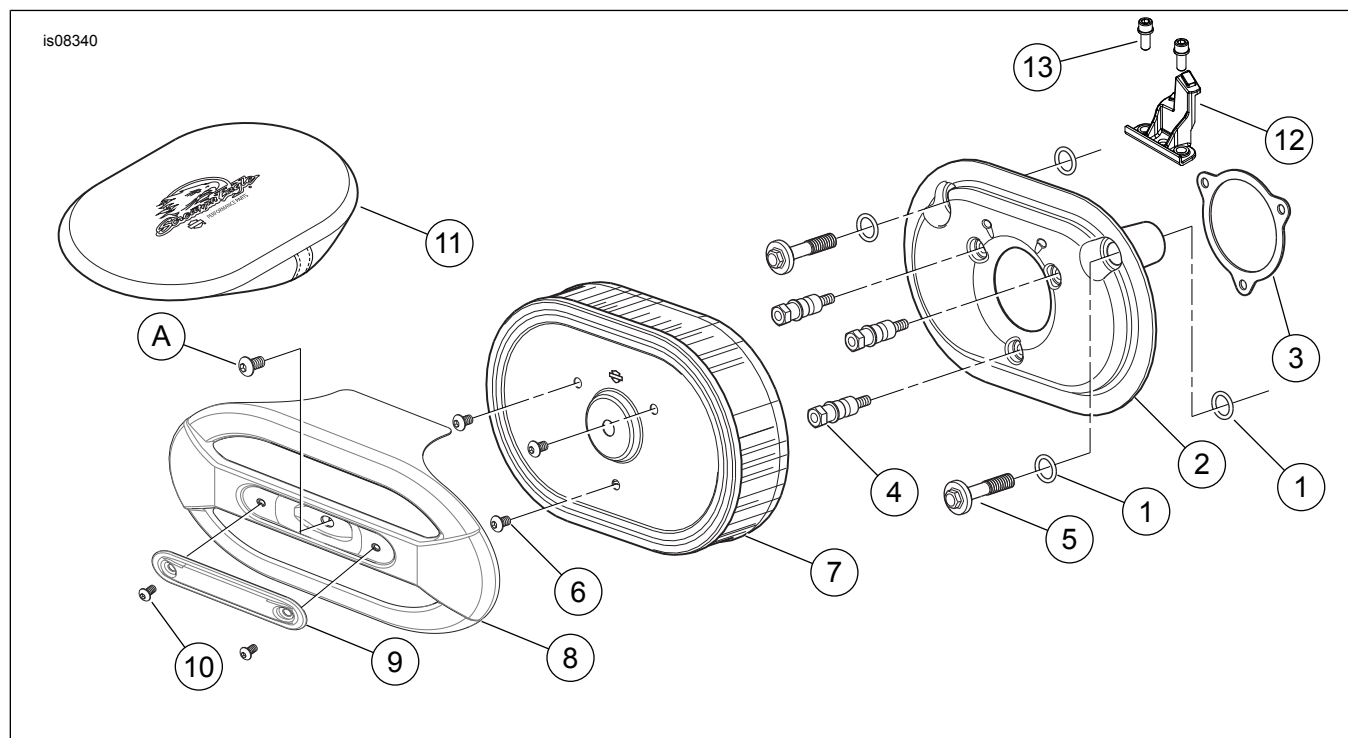

Figura 3. Parti di ricambio: Kit filtro dell'aria per alte prestazioni Screamin' Eagle Ventilator
Vedere Figura 3 e Tabella 1.
1. Vedere Figura 3. Installare un fermo dell'ACR (12) sulle borchie del modulo a induzione dove è stata montata la staffa di sostegno. Fissare con le viti (13). Serrare le viti ad una coppia di 3,4–4,5 N·m (30–40 **in-lbs**).
3. Installare due anelli di tenuta O-ring (1) nelle scanalature attorno ai fori dei bulloni dello sfiatatoio sul lato del modulo ad induzione del gruppo piastra di appoggio (2). Installare i due anelli di tenuta O-ring restanti nelle scanalature nella parte inferiore delle teste dei bulloni dello sfiatatoio (5).
4. Rimuovere il rivestimento dalla parte posteriore adesiva della guarnizione (3). Posizionare con cautela il lato adesivo della guarnizione alla piastra di appoggio. Allineare i fori a spaziatura regolare delle viti. Premere saldamente la guarnizione al suo posto.
5. Inserire nuovi bulloni dello sfiatatoio (5) attraverso la piastra di appoggio.
8. Installare i prigionieri di montaggio del filtro dell'aria (4) fino in fondo attraverso la piastra di appoggio (2), finché le filettature delle viti non facciano presa nel modulo ad induzione. Non serrare i dispositivi di fissaggio.
1. Vedere Figura 3. Fissare l'elemento del filtro dell'aria (7) ai relativi prigionieri di montaggio (4) usando tre viti TORX® con finitura lucida (6) prese dal kit. Serrare le viti ad una coppia di 6,2–6,8 N·m (55–60 **in-lbs**).
2. Applicare del Loctite 243 (blu) sulle filettature della vite del coperchio del filtro dell'aria (A) originale. Fissare il coperchio del filtro dell'aria (8) all'elemento del filtro (7) con la vite. Serrare la vite ad una coppia di 4,1–6,8 N·m (36–60 **in-lbs**).
3. Assemblare l'inserito del coperchio del filtro dell'aria (9) sul coperchio del filtro dell'aria con due viti cromate (10). Serrare a fondo.
1. Vedere Figura 3. Rimuovere il coperchio del filtro dell'aria (8) e controllare l'elemento del filtro (7) ogni 8.000 km (5000 mi), o più frequentemente in caso di guida su strade polverose.